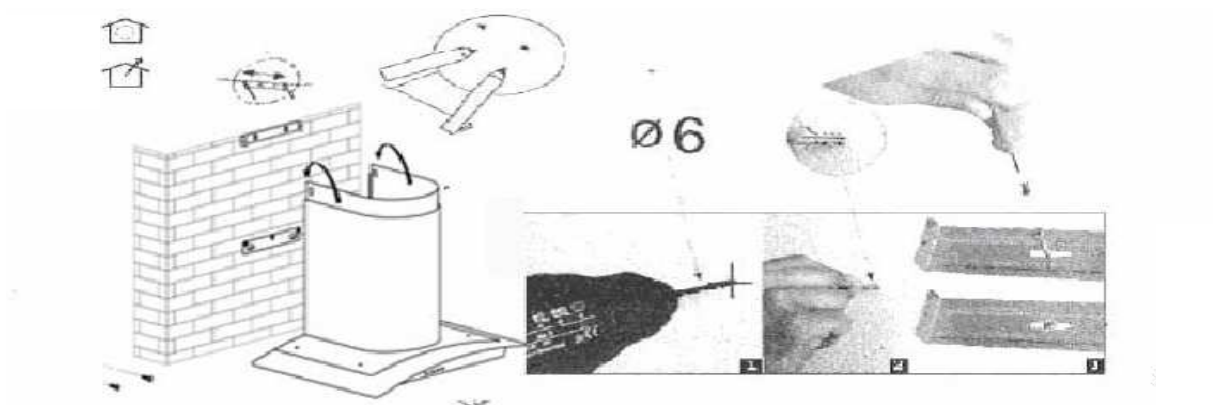

Рис. 9
7. Отверстия в стенке сверлите на обозначенных местах при помощи сверла диаметром 6 мм (смотрим рис. 9).